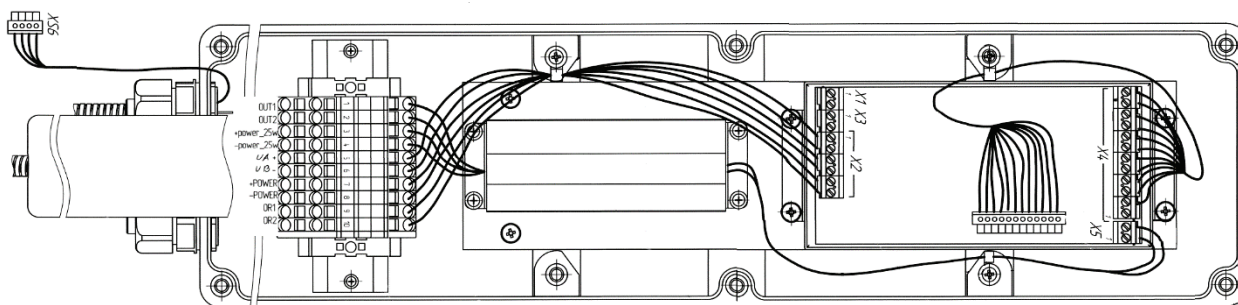

Рисунок 4 – Корпус DWEx с электроникой
Внутри корпуса DWEx (см. рисунок 4) на стойках закреплено шасси (8), на котором установлена основная плата (6). В нижней части шасси предусмотрено место для установки дополнительного усилителя 25 Вт (5). На рейке (3) закреплены соединительные клеммные колодки (4). Для подключения трубки (2) к разъему «X6» платы DW-BC предусмотрена клеммная колодка (1), для подключения искробезопасных цепей основной платы DWEx к разъему «X7» платы DW-BC – клеммная колодка (7).
Дополнительный усилитель устанавливается на шасси в специально отведенном месте (см. рисунок 4), и подключается к винтовым клеммам основной платы и блоку соединительных клеммных колодок.